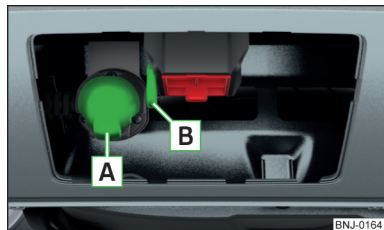

Fig. 253
- ▶ Introduceți fișa remorcii (accesoriilor) în priza cu 13 pini **A** » fig. 253. (în cazul în care remorca/accesoriile dispun de o fișă cu 7 pini, puteți folosi un adaptor corespunzător, din gama de accesorii originale ŠKODA).